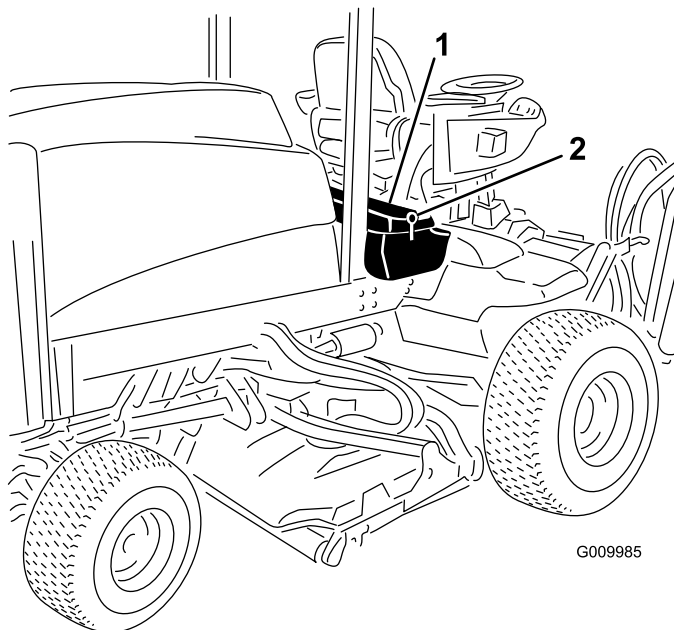
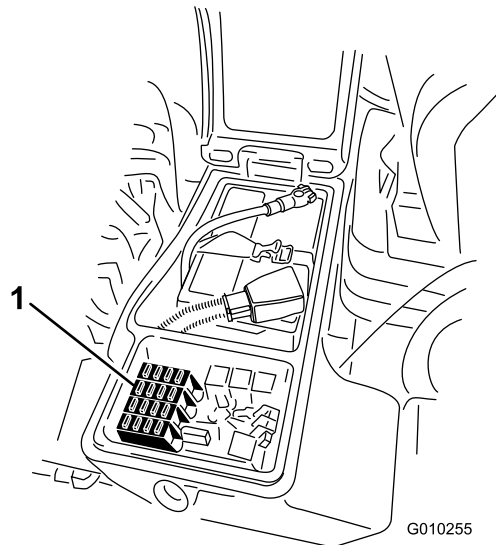

Figura 50
Figura 51
- Desaperte o trinco da cobertura da caixa de armazenamento direita e levante a cobertura (Figura 50) para expor o bloco de fusíveis (Figura 51).
- Substitua o(s) fusível(is) aberto(s) conforme necessário (Figura 51).
- Feche a cobertura da caixa de armazenamento direita e prenda a cobertura com o trinco (Figura 50).